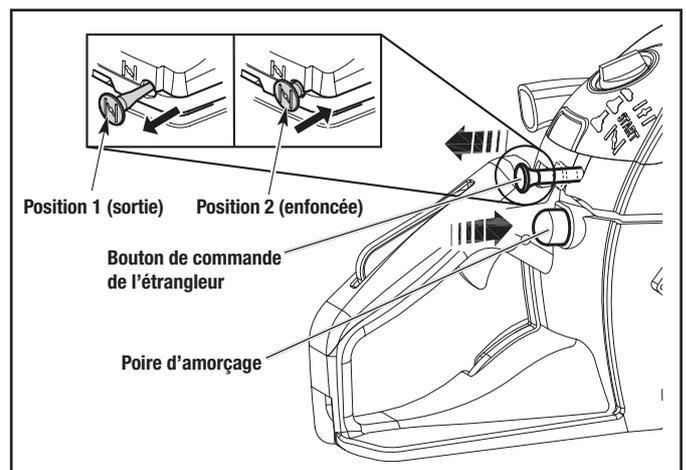

Figure 4
- Lors de la première utilisation, ou si la scie à chaîne n'a pas été utilisée pendant 3 mois ou plus, appuyez lentement sur la poire d'amorçage jusqu'à ce qu'elle soit complètement vide et relâchez-la, répétez 20 fois (Fig. 4). Pour commencer après une utilisation récente, appuyez et relâchez la poire d'AMORÇAGE 10 fois. Si le carburant n'est pas visible dans la poire d'amorçage, appuyez et relâchez la poire d'amorçage jusqu'à ce que le carburant soit visible, puis appuyez et relâchez-la 5 fois de plus pour éliminer l'air et les bulles de vapeur du carburateur.
- Tirez le bouton de commande de l'étrangleur en position 1 « CHOKE » (Étrangleur) jusqu'à ce qu'il se verrouille en place et que vous sentiez ou entendiez un déclic. (Fig. 4).
5. Ne touchez PAS la commande d'accélération. Une fois que le moteur s'est mis en route ou à brouter, poussez le bouton de commande de l'étrangleur en position 2 « RUN » (Marche) | ↑ |. À la position 2, l'étrangleur est ouvert et le papillon est ouvert à la position de démarrage. (Fig. 4).